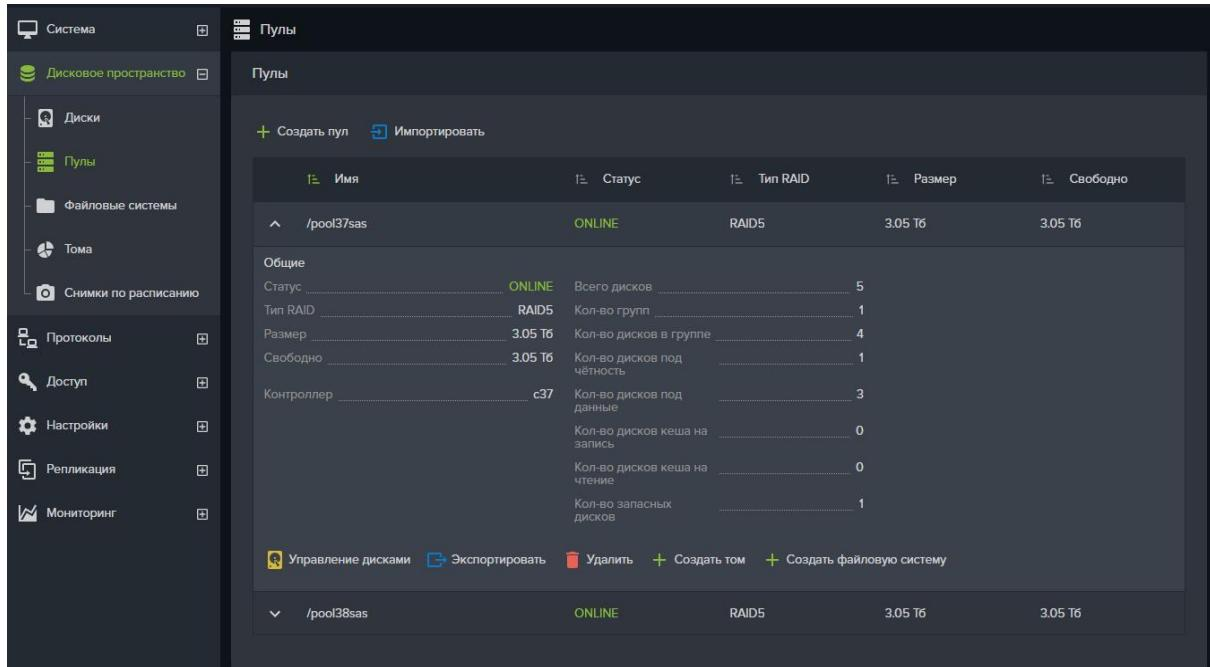

Рисунок 28. Вкладка меню «Пулы»
1. Перейдите на вкладку «**Дисковое пространство**» → «**Пулы**» (см. Рисунок 28);
7. Нажмите на кнопку «**Создать пул**». Появится созданный массив (см. Рисунок 28).
- Перейдите на вкладку «Дисковое пространство» → «Пулы» (см. Рисунок 28);